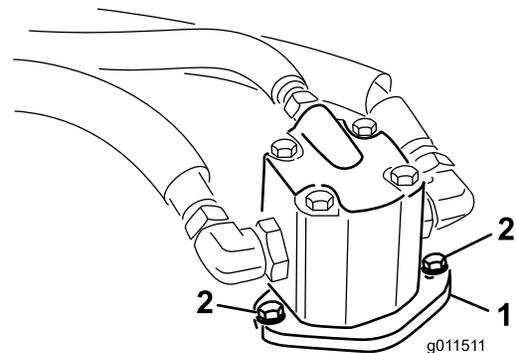

Bild 76
4. Entfernen Sie die Schrauben, mit denen der Hydraulikmotor am Mähwerk befestigt ist (**Bild 76**).